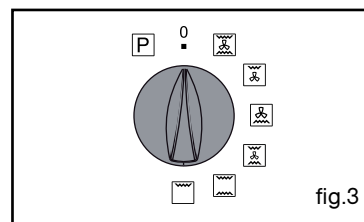

fig.3
Ramenez le sélecteur de fonctions sur la position 0. (fig.3).
- b) Dévissez le hublot (fig.3).